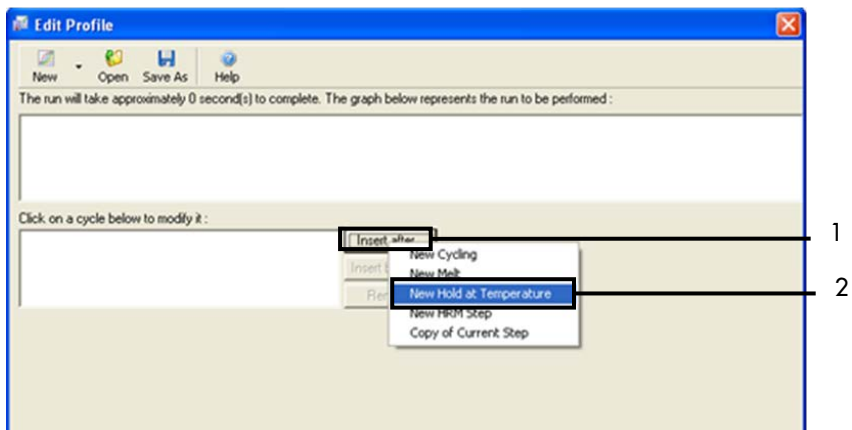

Figura 23. Inserción de un paso de incubación inicial. 1 = "Insert after" (Insertar después); 2 = "New Hold at Temperature" (Nueva fase de temperatura).
6. Haga clic en Insert after (Insertar después) y seleccione New Hold at Temperature (Nueva fase de temperatura) (figura 23).